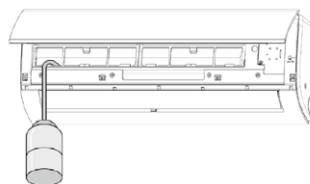

fig. 23 -
- Per controllare il drenaggio, versare dell'acqua nella bacinella di scarico condensa ("fig. 23 -").